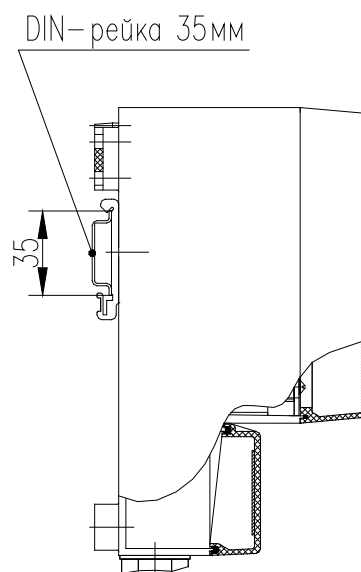

Рис. 5. Монтаж БОИ на DIN-рейку.
2.2.7.2 На рис. 5 показан монтаж БОИ на DIN-рейку.